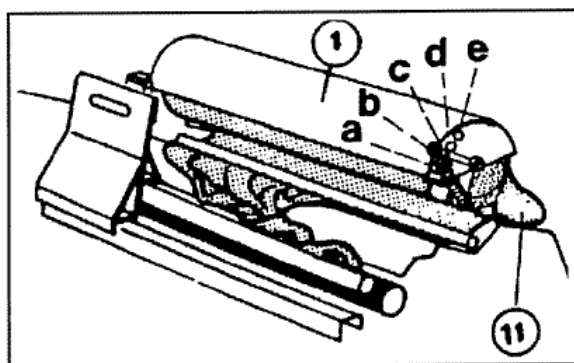

Рис. 35.
- Отверстия (a,b,c,d или e) ( Рис.35 ) в защитном экране сетки позволяют установить замедление скорости сетки, перед ее отрезанием. Отверстие, определяющее натяжение пружины, должно быть выбрано таким образом, чтобы поле обрезания сетка свободно свисала в пространстве (11) (рис. 32).